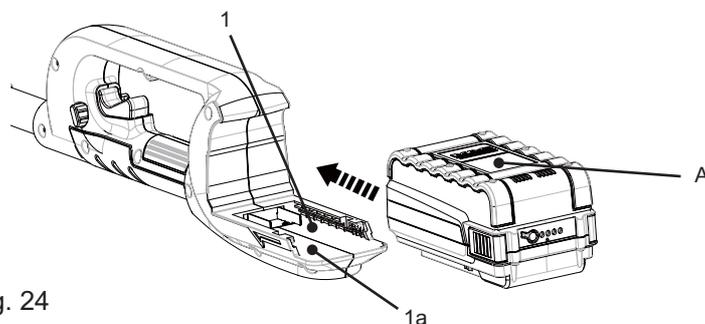

Fig. 24
- > Alignez le bloc batterie [A] aux fentes [1a] du socle de la batterie [1] et le glisser dedans jusqu'à ce qu'il se mette en place (Fig. 24).